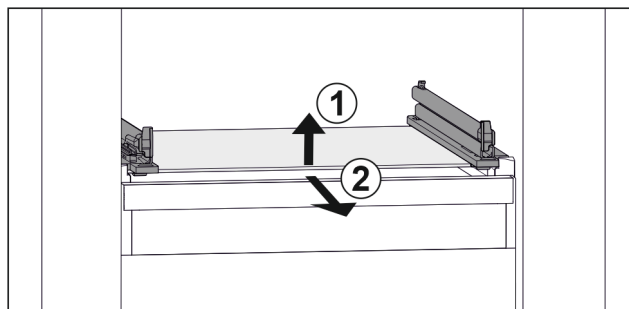

Fig. 46 Vejledende visning af glaspladen
- Løft glaspladen foran. Fig. 46 (1)
- Tag glaspladen ud fremefter. Fig. 46 (2)